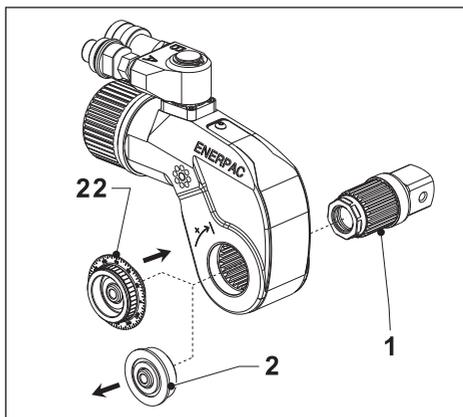

Fig. 13
4.3.5 Usar o indicador de giro de ângulo (fig. 13, 14 e 15)